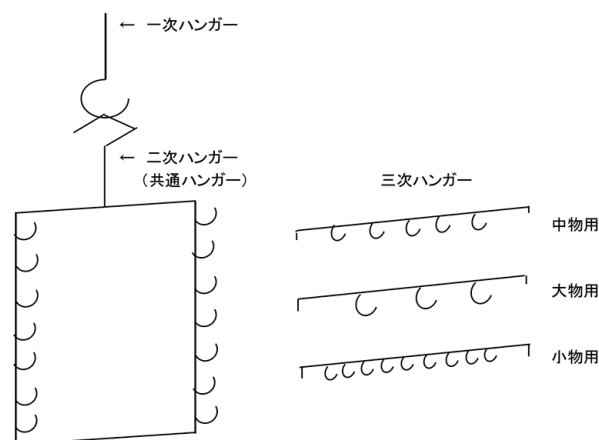
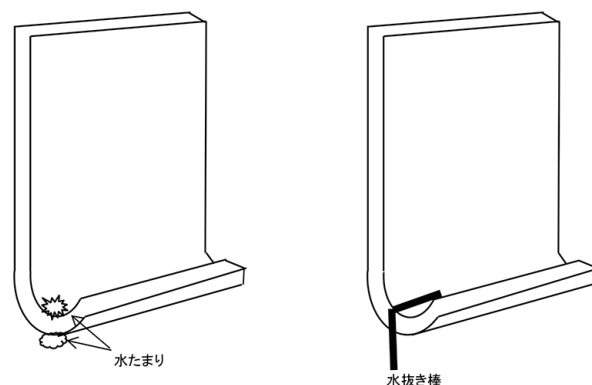

図1 共通ハンガーの一例
図2 水切り治具の一例
- ① 共通化。被塗物の種類ごとにハンガーを代えるのではなく、1 次ハンガーはその儘で、被塗物により 2 次ハンガーのみ交換する（普及度は高いと思われる。図 1 参照）。
- ② 傾斜吊り。前工程と塗装が別コンベアの場合、前処理は工程ごとに水切りを良くするために若干の傾斜をつけて吊るす。
- ③ 水抜き孔設定。水抜き孔は 2.2 と同様に必要であるが、端面部の水切り補助のため水抜き棒を併用すると良い（図 2 参照）。